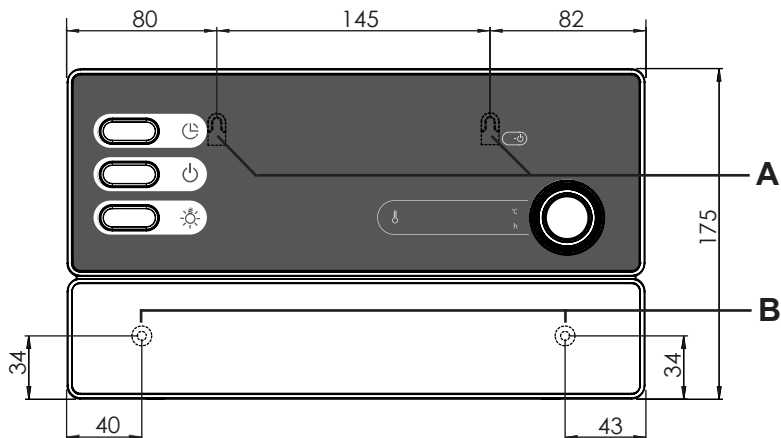

рис. 1 Расположение подвешивающего приспособления и монтажных отверстий (размеры указаны в мм)
1. На высоте ок. 1,70 м вкрутить в стенку сауны два винта с крестообразным шлицем (16 мм) так, чтобы они выступали из стенки на 7 мм. Расстояние между винтами должно составлять ок. 145 мм (см. **рис. 1**).
3. Повесить блок управления с помощью подвешивающего приспособления **А** на установленные винты с крестообразными шлицами (см. **рис. 1**).
4. Вкрутить два винта с крестообразными шлицами (16 мм) в нижние крепежные отверстия **В** (см. **рис. 1**).